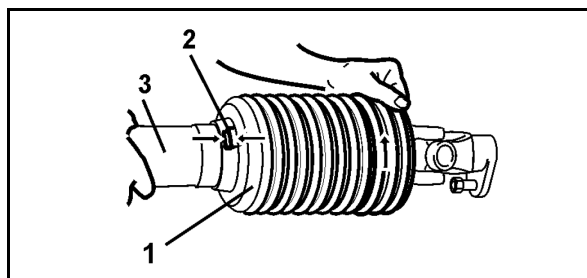

Fig. 55
3. Tournez le bol de protection (Fig. 55/1) en position de montage.
4. Retirez le demi-tube de protection (Fig. 55/3).